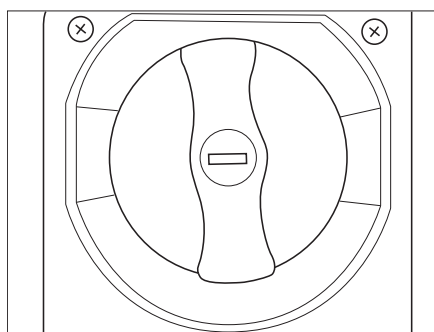

Figura 66 Orificio de llenado del depósito de agua potable
- Figura 66 Llenar el depósito de agua potable con una manguera o un bidón adecuado a través del orificio de llenado (). El depósito de agua potable está provisto de un rebosadero. Cuando el depósito está lleno, el exceso de agua pasa por encima de este, debajo del vehículo al aire libre.